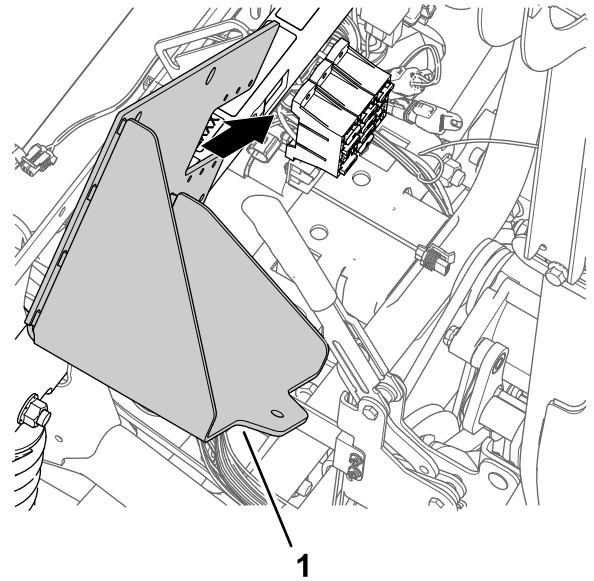

图173
1. 将新电池支架与机器减震支撑管和保险丝盒对齐 图173。